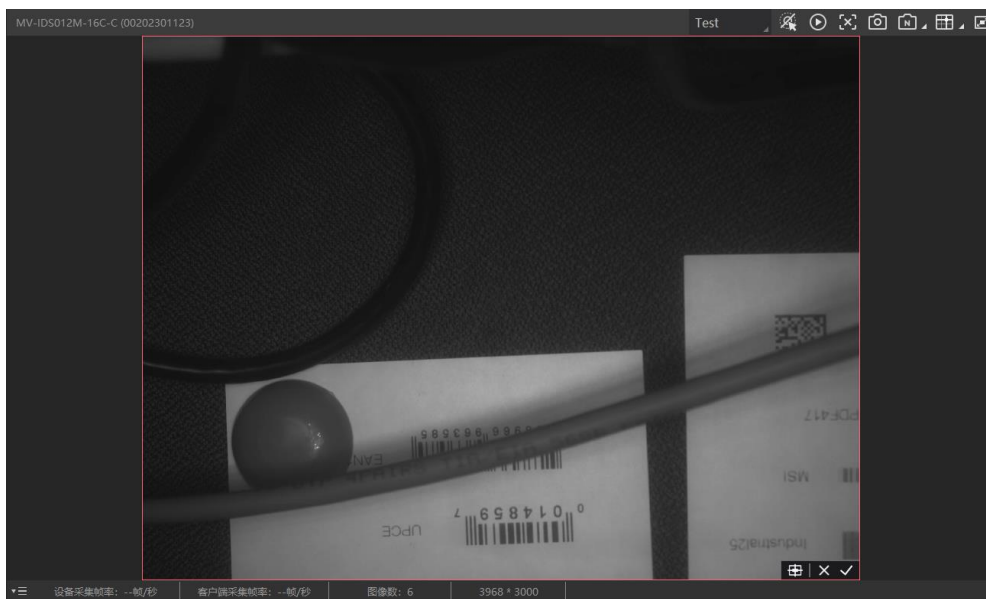

图4-15 棋盘格绘制 ROI
4. 此时预览窗口将展示设置的棋盘格 ROI 区域，如图 4-15 所示。通过如下操作，可以根据实际需求对 ROI 区域进行调整。调整完成后，点击，此时预览窗口生成棋盘格 ROI 区域，红色边框变为绿色。